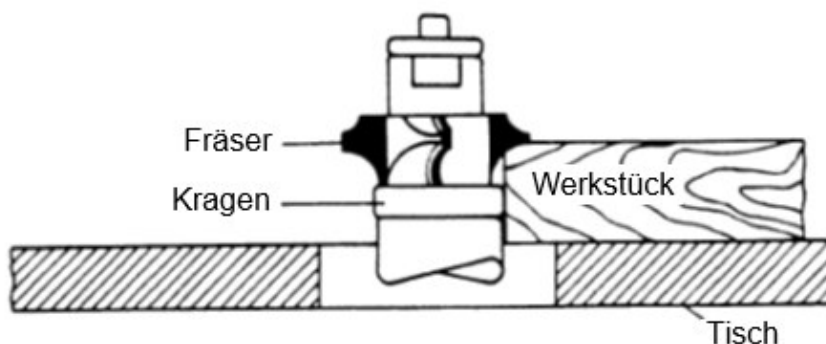

Abb.7-19: Kragen unterhalb des Fräasers
1. Befindet sich der Kragen unter dem Fräser (siehe Abb. 7-19), kann der Fräsverlauf jederzeit beobachtet werden. Allerdings besteht die Gefahr, dass das Werkstück durch versehentliches Anheben beschädigt oder unbrauchbar wird.